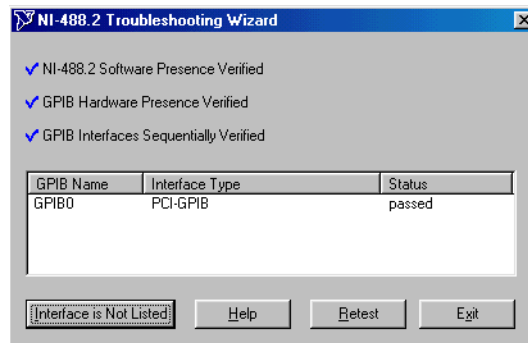

Bild 5. NI-488.2 Troubleshooting-Assistent
5. Die erfolgreiche Kontrolle der Soft- und Hardware, sowie der Schnittstellen wird mit der Anzeige des NI-488.2 Troubleshooting-Assistentfensters quittiert (siehe Bild 5). Sie können nun auf **Exit** klicken.